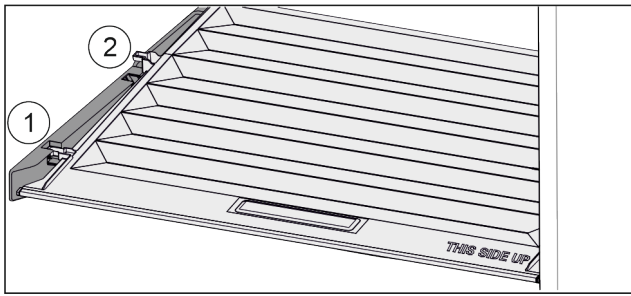

Fig. 39
- ▶ Deckel bis zur Öffnung in den Halteteilen nach vorne ziehen Fig. 39 (1).
- ▶ Hinten von unten anheben und nach oben wegnehmen Fig. 39 (2).